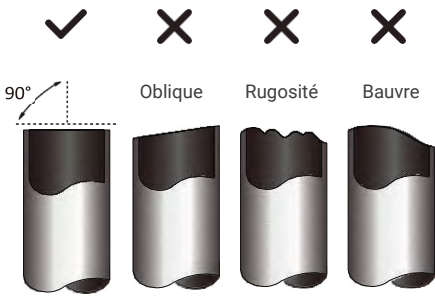

Fig. 5.1
- 3. Veillez à découper la conduite en respectant un angle parfait de 90°. Reportez-vous à la Fig. 5.1 pour obtenir des exemples de mauvaise découpe.